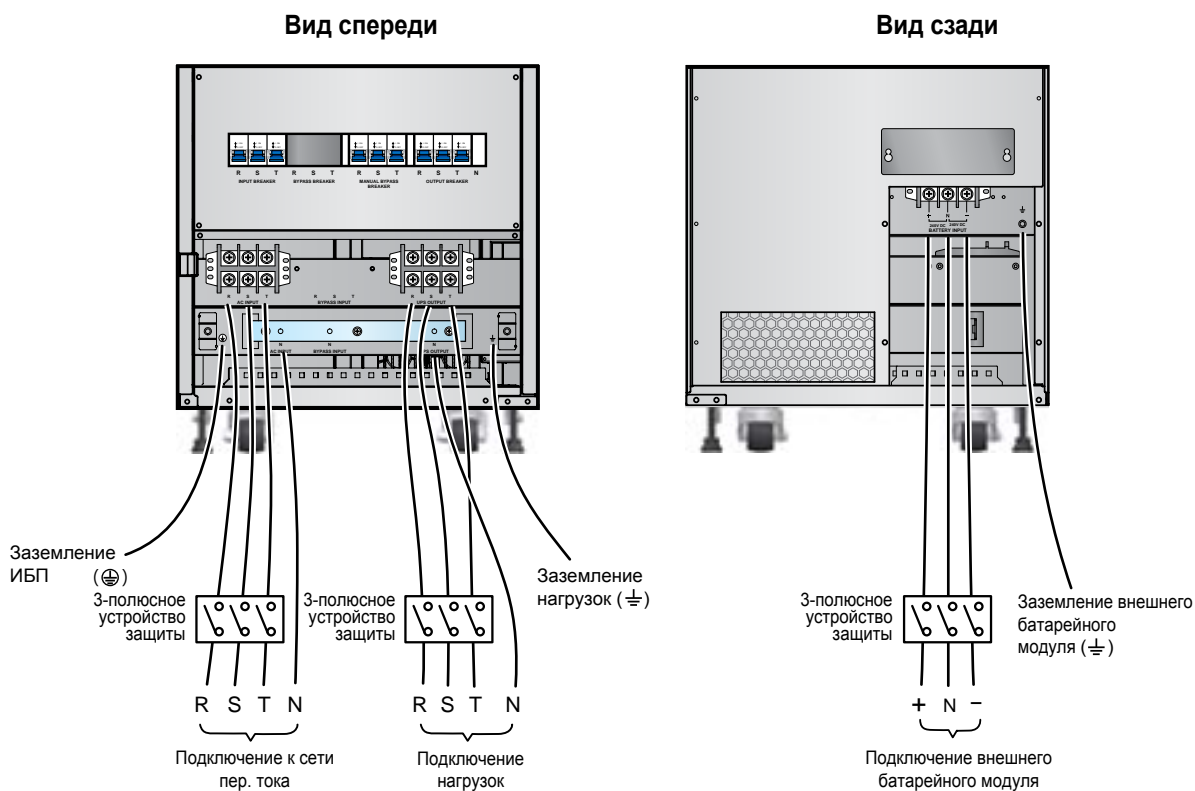

Рис. 6-9. Схема подключения одиночного ИБП 60 кВА в конфигурации с одним входом
- На сетевом вводе ИБП следует установить автоматический выключатель и контактор, сертифицированные на соответствие стандартам электробезопасности (см. таблицу ниже). Номинальный ток контактора должен быть не меньше номинального тока выключателя, указанного в таблице. Напряжение на катушку управления контактора подаётся из сети. Схемы подключения аппаратов защиты показаны на **Рис. 6-9~6-14**.
1. На **Рис. 6-9~6-14** показано подключение к электросети типа TN. Между ИБП и электросетью переменного тока установлено трехполюсное устройство защиты. При подключении к электросети типа TT установите четырехполюсное устройство защиты.
- 6) Подключите кабели электросети переменного тока, нагрузок и внешнего батарейного модуля к соответствующим зажимам ИБП (см. **Рис. 6-9~6-11**).
1. На **Рис. 6-9~6-11** показано подключение к электросети типа TN. Между ИБП и электросетью переменного тока установлено трехполюсное устройство защиты. При подключении к электросети типа ТТ установите четырехполюсное устройство защиты.
- 2) Подключите кабели электросети переменного тока, нагрузок и внешнего батарейного модуля к соответствующим зажимам ИБП (см. **Рис. 6-9~6-11, 6-15**).
1. На **Рис. 6-9~6-11** показано подключение к электросети типа TN. Между ИБП и электросетью переменного тока установлено трехполюсное устройство защиты. При подключении к электросети типа TT установите четырехполюсное устройство защиты.